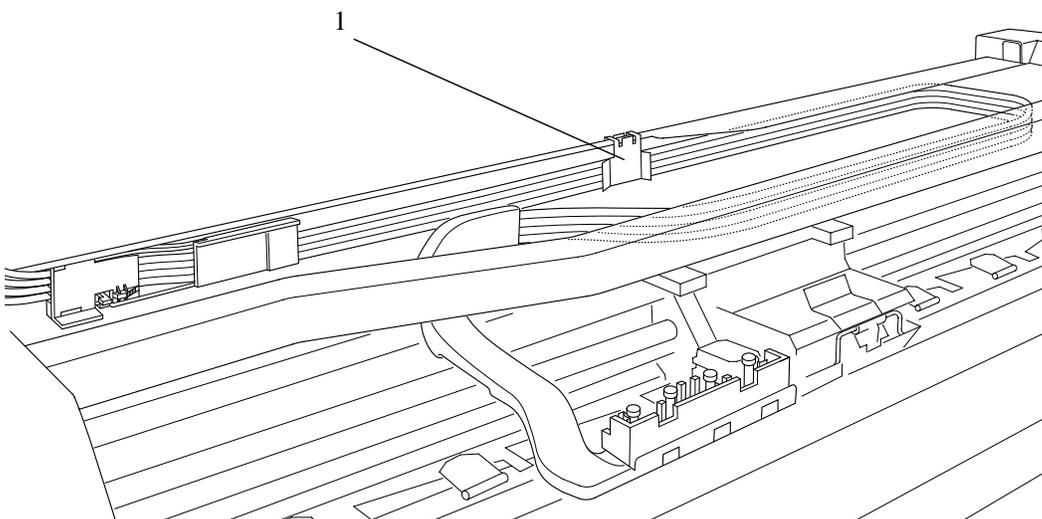

Figura 55: "Tube Retaining Clip"
6. Quite el "tube retaining clip" (ítem 1) de la parte posterior de la impresora (consulte la Figura 55).